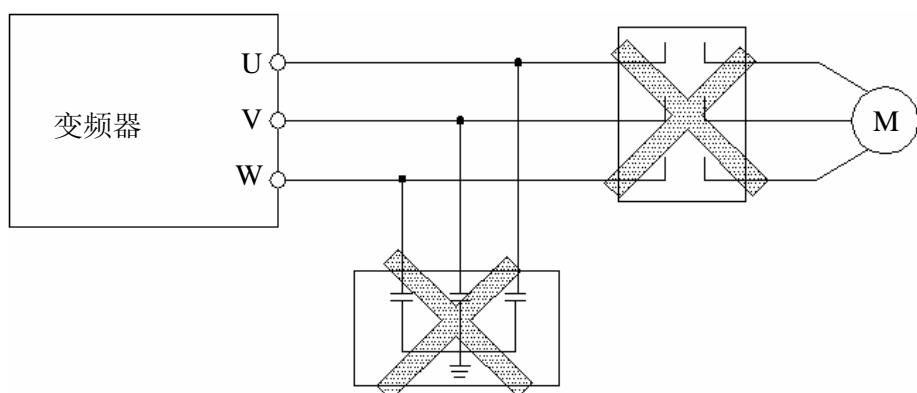

图 3-3 变频器与电机之间禁止使用接触器和吸收电容
- (1) 接线前，确保已完全切断电源 10 分钟以上，否则有触电危险。
- (2) 严禁将电源线与变频器的输出端 U、V、W 连接。
- (3) 变频器本身机内存在漏电流，中大功率变频器整机的漏电流大于 5mA，为保证安全，变频器和电机必须安全接地，接地线一般线径为 3.5mm^2 以上铜线，接地电阻小于 10Ω 。
- (4) 变频器出厂前已通过耐压试验，用户不可再对变频器进行耐压试验。
- (5) 变频器与电机之间不可加装电磁接触器和吸收电容或其它阻容吸收装置，如图 3-3。
- (6) 为提供输入侧过电流保护和停电维护的方便，变频器应通过中间继电器与电源相连
- (7) 继电器输入及输出回路的接线(X1~X5、OC、FWD、REV)，应选用 0.75mm^2 以上的绞合线或屏蔽线，屏蔽层一端悬空另一端与变频器的接地端子 PE 或 E 相连，接线长度小于 20m。